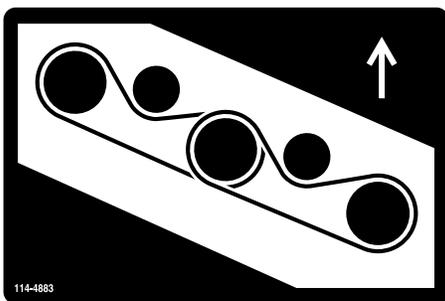

Рисунок 132
7. Обведите новый ремень вокруг шкивов шпинделей и узла натяжного ролика (Рисунок 131 и Рисунок 132).